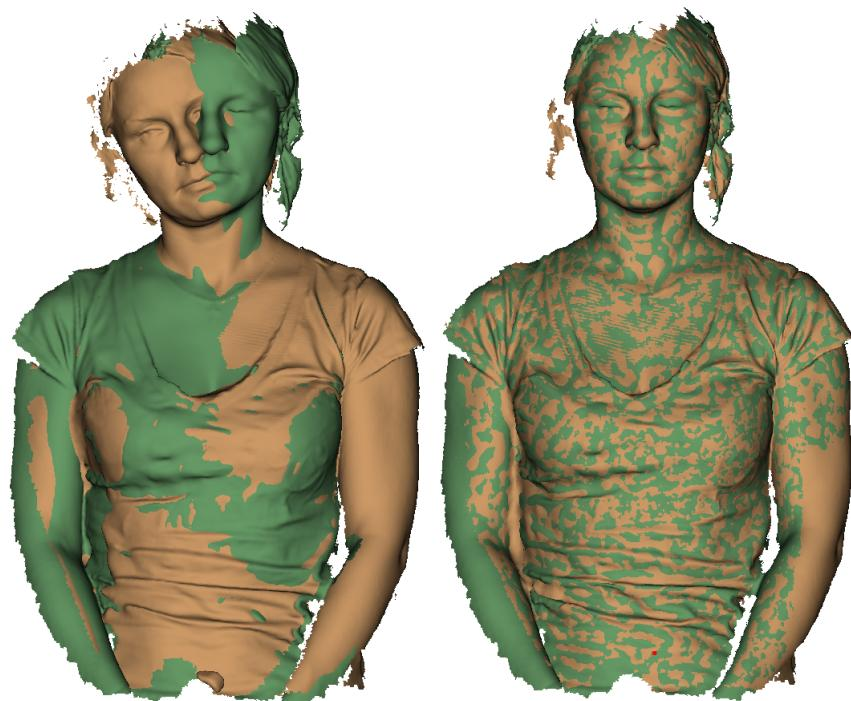

Рис. 8.23: Две модели после жесткого (слева) и нежесткого совмещения (справа)
В то время как жесткая сборка выполняет такие преобразования, как перемещение и вращение, нежесткий алгоритм способен деформировать 3D-данные. Данный алгоритм предназначен для обработки т.н. «нежестких» объектов, т.е. объектов, которые во время сканирования изменяли свою форму (например, моделей животных или людей – см. левую иллюстрацию на Рис. 8.23). Следует иметь в виду, что полученная при деформировании в Artec Studio поверхность может отличаться от поверхности реального объекта.
5. Нажмите кнопку *Собрать...*. Алгоритм совместит модели с применением деформаций (Рис. 8.23, справа). Если вы не удовлетворены результатами сборки, нажмите кнопку  и укажите дополнительные пары точек или переместите существующие пары.